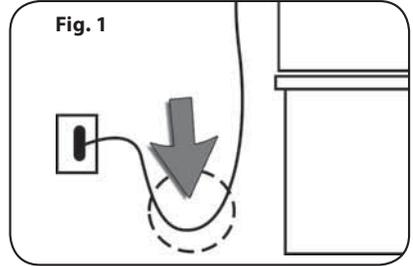

Fig. 1
- Conecte los enchufes a la red dejando un asa en el cable, más baja respecto a la toma, para evitar que algunas gotas de agua puedan llegar a la red de alimentación (**Fig. 1**).